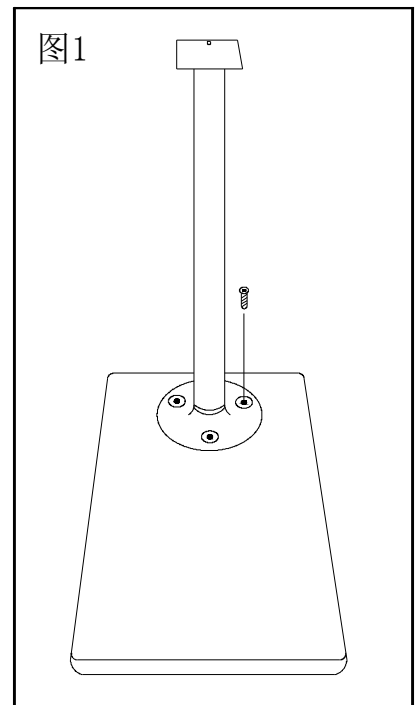

图1
1. 如图 1 所示将支撑杆固定在脚踏板上(3 个内角螺丝)